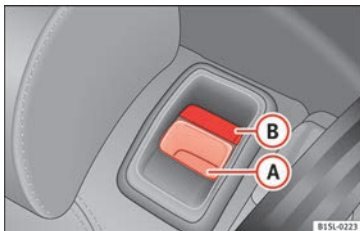

Fig. 136 Asiento trasero: tecla de desbloqueo (A); marca roja (B).
- Tire de la tecla de desbloqueo » **fig. 136** (A) hacia delante y levante al mismo tiempo el respaldo del asiento trasero.
- El respaldo del asiento trasero se encuentra enclavado cuando se ve la marca roja de la tecla (B).